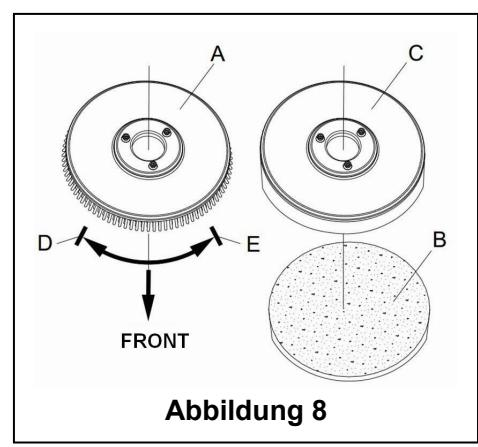

Abbildung 8
Je nach Art des zu reinigenden Bodens kann das Gerät mit Bürste (Abbildung 8, A) oder einem Pad-Halter (Abbildung 8, B und C) ausgestattet werden.
1. (Gilt nur für AS430B und AS510B): Stellen Sie sicher, dass sich der Schalter (41) in der Trennposition (**O**) befindet.
2. Drücken Sie den Lenker (2) nach unten, um das Tankgehäuse (26) anzuheben.
3. Legen Sie die Bürste (A) oder den Pad-Halter (B - C) unter das Gehäuse.
4. Verwenden Sie den Lenker (2) zum Absenken des Tankgehäuses (26), damit es in Kontakt mit der Bürste oder dem Pad-Halter kommt.
5. Um den Bürsten/Pad-Halter automatisch zu installieren, schalten Sie den Netzschatzler (41) auf die "I"-Position und drücken Sie den Sicherheitsschalter (1). Schieben Sie das Gerät vorsichtig vorwärts, sodass sich die Riemscheibe an der Unterseite des Tankgehäuses an der Bürste oder dem Pad-Halter ausrichten kann, die dann installiert werden können. Dann lassen Sie den Sicherheitsschalter los. Falls erforderlich, wiederholen Sie diesen Vorgang, bis der Bürsten/Pad-Halter installiert ist.
6. Wenn sich Schritt 5 als zu schwierig erweist, verwenden Sie die manuelle Methode, indem Sie der Pfeilspitze (D) folgen, um den Bürsten/Pad-Halter (wie in Abbildung 8 gezeigt) zu installieren.
7. Um den Bürsten/Pad-Halter automatisch zu entfernen, schalten Sie den Netzschatzler (41) auf die "**O**"-Position. Halten Sie mit der Hand den Lenker, und drücken Sie das Gerät nach unten, bis das Führungsrad den Boden berührt und der Bürsten/Pad-Halter in der Luft hängt. Schalten Sie den Netzschatzler (41) auf die "I"-Position, und drücken Sie den Sicherheitsschalter nach unten, damit sich die Bürste oder der Pad-Halter dreht, bis der Bürsten/Pad-Halter auf den Boden fällt.
8. Wenn sich Schritt Nr. 7 als zu schwierig erweist, verwenden Sie das manuelle Verfahren, indem Sie den Bürsten/Pad-Halter entgegen der normalen Drehrichtung drehen, er kann dann entfernt werden. (Wie in Abbildung 8 dargestellt.)